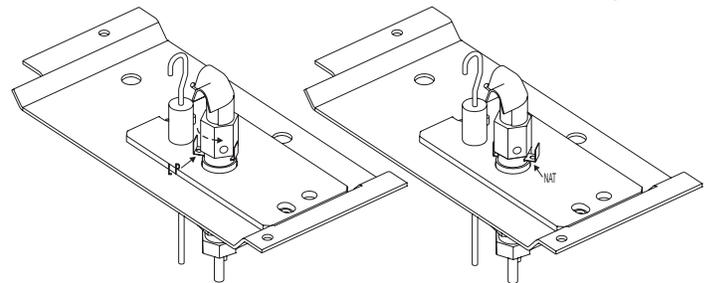

Figure 11
11. Utiliser une clé ouverte de 7/16 po pour desserrer le corps de la veilleuse en tournant légèrement en - sens antihoraire. Faire glisser l'attache de l'orifice de la veilleuse vers l'autre côté et le serrer en tournant en sens horaire. **Voir Figure 11.**